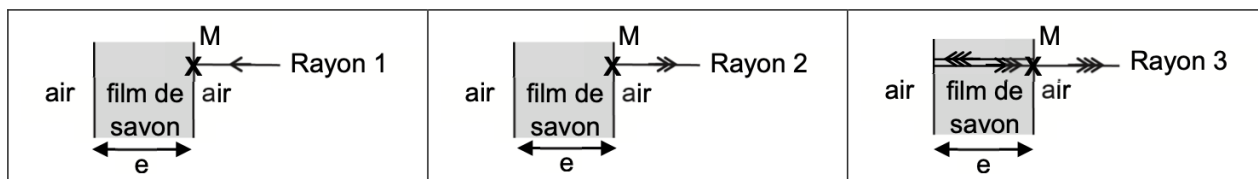

Figure 4. Représentation du trajet des rayons 1, 2 et 3 tels que définis en introduction
1.3. Sur la figure 4, on représente le film de savon dans le cas où la lumière arrive perpendiculairement à sa surface. Au voisinage du point M, on considère que les deux faces du film de savon sont parallèles et que l'épaisseur du film  $e$  est égale à 900 nm.